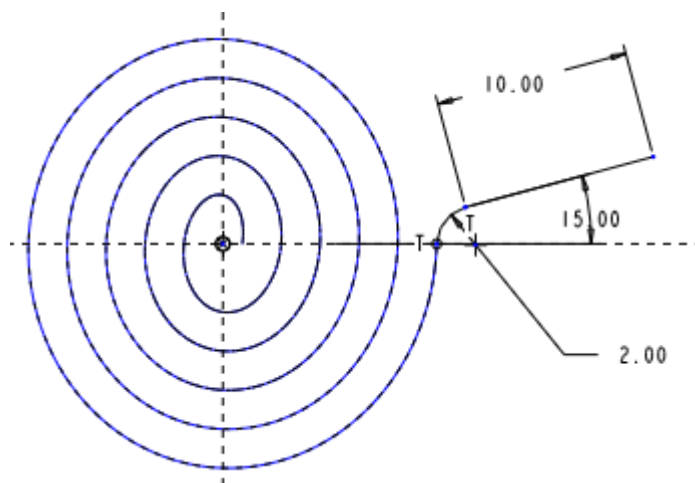

图 57-6
- (3) 单击【草绘】按钮，进入草绘工作环境，绘制如图 57-6 所示的与涡形曲线相切连接的线段。